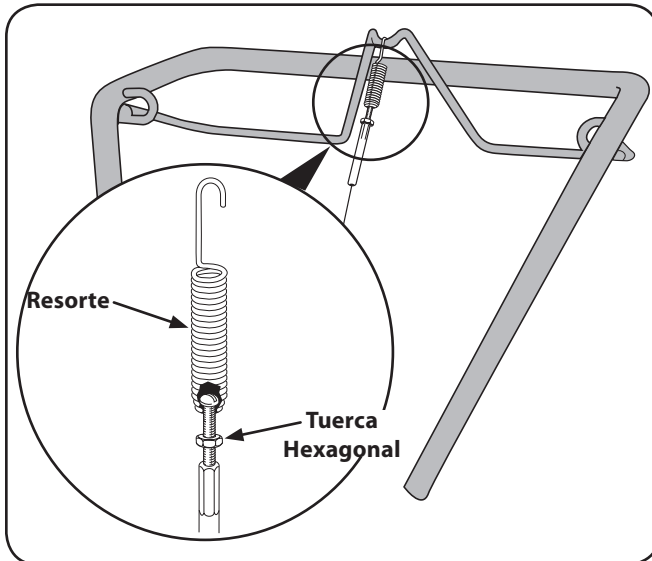

Figure 3-5
2. Enrosque la tuerca hexagonal #10-24 hasta la mitad sobre el tornillo que corre a través del resorte. Vea la Fig. 3-5.